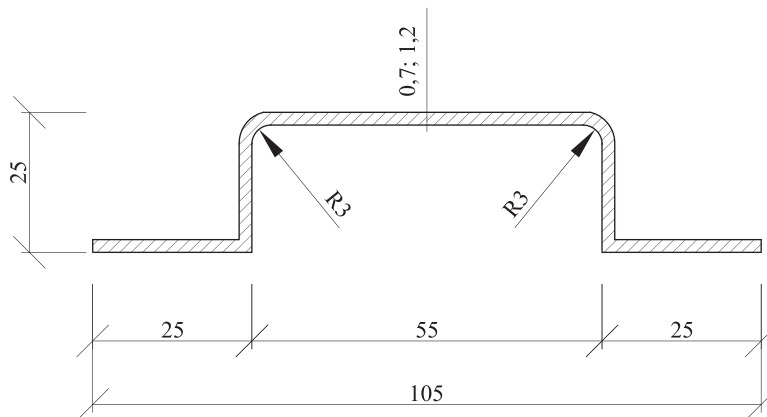

Рисунок 4.5. П-образная направляющая
4.3.2. "П"-образную направляющую изготавливают из металлической пластины толщиной 0,7 и 1,2 мм (см. рисунок 4.5).